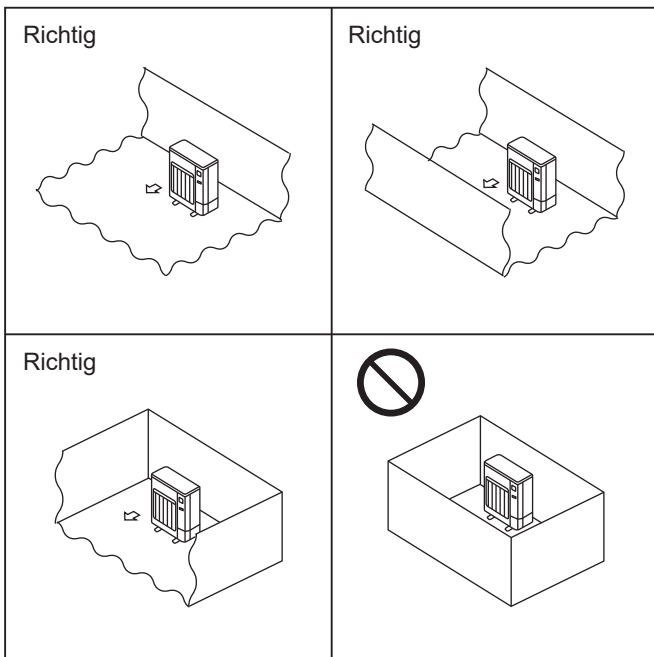

Abb. 2-1
- Installieren Sie Außenanlagen an einem Ort, an dem wenigstens eine der vier Seiten offen ist, und in einem ausreichend großen Raum ohne Senken. (Abb. 2-1)